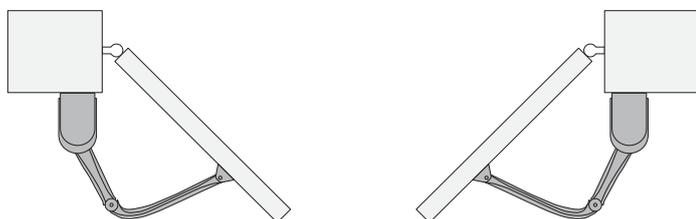

**Abb. 19**
08. Die Abdeckung wieder anbringen und die beiden Schrauben festziehen **Abb. 19**;